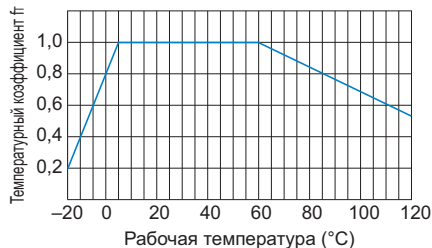

Рис.2 Температурный коэффициент
Рост температуры шлицевой гайки сверх пределов нормального диапазона уменьшает устойчивость гайки к образованию задиров и прочность материала. Следовательно, необходимо умножить допустимый динамический крутящий момент (T) на соответствующий температурный коэффициент, указанный на Рис.2.
- f_T : температурный коэффициент (см. Рис.2)